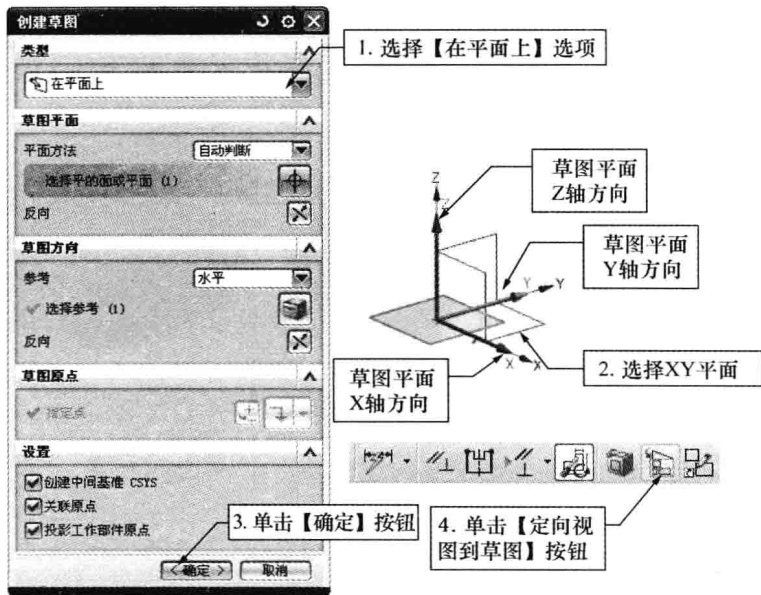

图 2-4 【创建草图】对话框和选择草图平面步骤
(2) 选择草图平面。在【直接草图】工具条中单击【草图】按钮，弹出【创建草图】对话框。按照图2-4所示的步骤操作，选择XC-YC平面作为草图平面，进入草图环